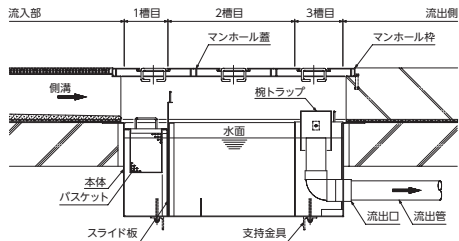

図1 SE式グリーストラップ 施工例
(1) スラブ天吊型 施工要領 (図1 SE式グリーストラップ施工例参照)